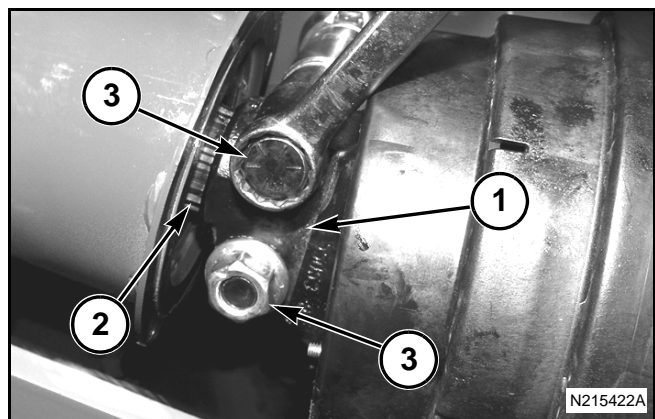

FIG. 9
FIG. 9: Deslice la horquilla de abrazadera (1) en el eje intermedio (2). Alinee los orificios en la abrazadera de la horquilla con la ranura en el eje intermedio. Instale los pernos y las tuercas.(3). Apriete las tuercas de la abrazadera a un par de 205 Nm (150 lbf pie).